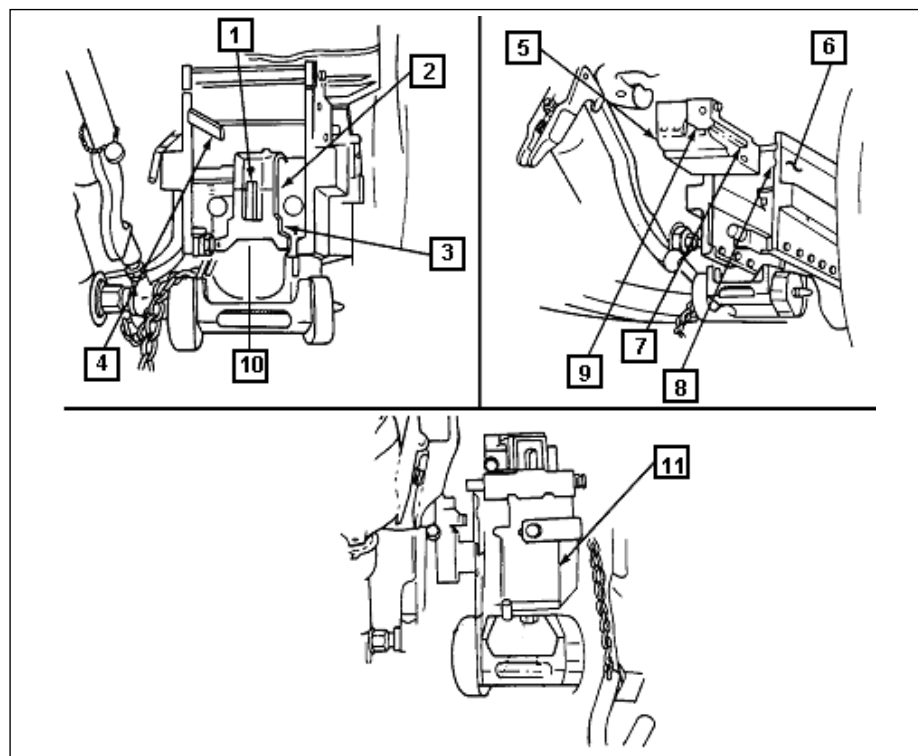

Fig 7-64. Componentes da Mtr
- (5) Instalação da Mtr .50. (Fig 7-64)
- (d) Abrir o bloco de fechamento e pressionar as travas do ferrolho em cada lado do ferrolho(1), com cuidado para não perder o pino do ferrolho(2). Deslizar o corpo do ferrolho na extensão do cano(3), enquanto mantém a chaveta(4) e o ejeter para a esquerda. Retirar a mão da chaveta. Forçar o ejeter para a esquerda e deslizar o ferrolho para a frente.
- (e) Instalar a armadilha(5) dentro do receptor(6), alinhando a guia da armadilha(7) com o entalhe(8). Deslizar para a frente até o batente(retém) da armadilha(9) engajar no furo receptor.
- (f) Instalar o conjunto do ferrolho(10) e prender com um giro de $\frac{1}{4}$ de volta na direção para dentro do receptor.